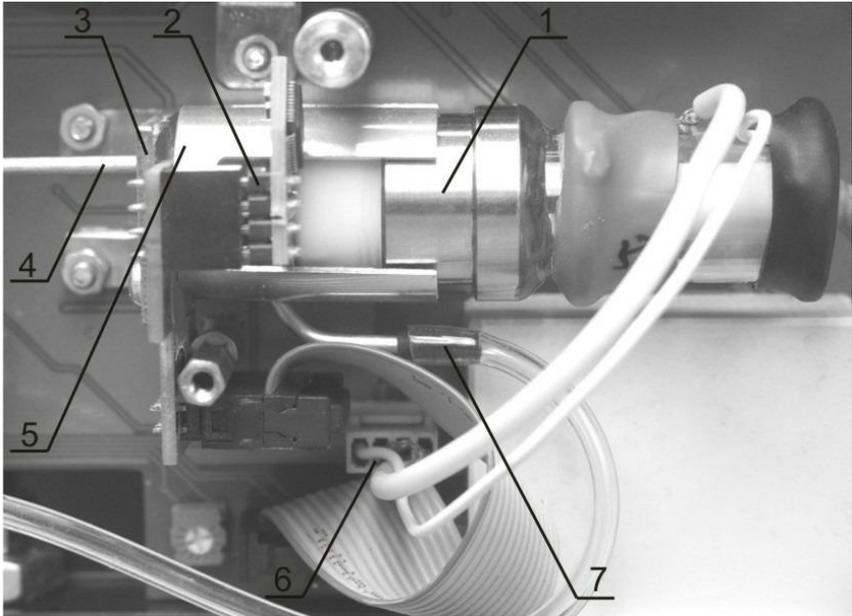

Рис. 11. ФИД
Проведите замену ФИД (рис. 11). Для этого:
- отсоедините входной (4) и выходной (7) штуцеры от трубопроводов;
- отсоедините разъем питания лампы ФИД (6);
- ослабьте винт хомута (на рис. 11 не показан) и снимите его, сдвинув в сторону лампы ФИД;
- извлеките ФИД из стакана-держателя (5), потянув ФИД за кольцо (1).